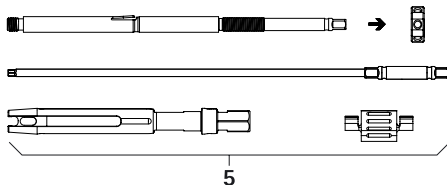

Abb. 3
- Repositionshebel perkutan 5 demontieren, siehe Abb. 3.